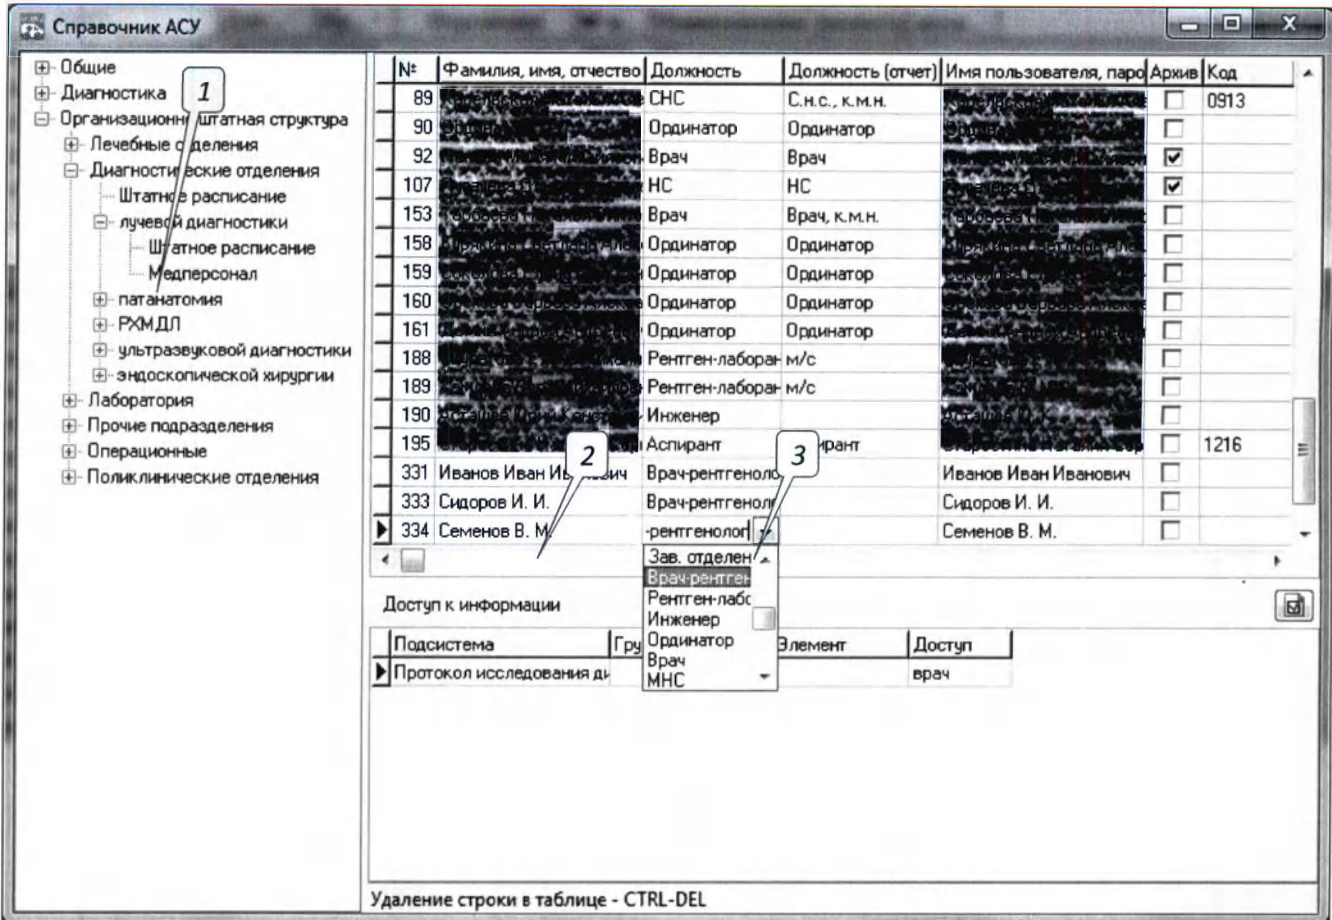

Рис. 4.44. Окно «Справочник АСУ».
Окно «Справочник АСУ» предназначено для заполнения и редактирования справочников АПК. Оно вызывается из главной формы АРМ (рис. 4.3) при нажатии кнопки «Настройка» и выборе команды «Справочник АСУ», а также из протокола исследования при нажатии одноименной кнопки (сноска 9, рис. 4.10). Вид окна представлен на рис. 4.44.
- Развернуть на левой панели окна требуемую ветвь дерева и выбрать левой кнопкой мыши раздел «Медперсонал» (сноска 1, рис. 4.44) («Организационно-штатная структура» - «Диагностические отделения» - «Лучевой диагностики» («РХМДЛ», «Ультразвуковой диагностики» и др.) – «Медперсонал»). На правой панели появится таблица со списком пользователей и таблица «Доступ к информации».
- Кликнуть левой кнопкой мыши в колонку «Фамилия, имя, отчество» таблицы со списком пользователей (сноска 2, рис. 4.44). Клавишей управления курсором «Вниз» на клавиатуре перейти в нижнюю часть таблицы. При этом появится новая пустая строка.
- Кликнуть левой кнопкой мыши в колонку «Должность» и нажать по появившейся справа кнопке (сноска 3, рис. 4.44). Из выпадающего списка выбрать нужную должность.